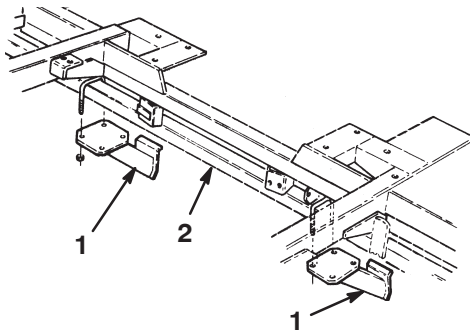

Bild 8
1. Ermitteln Sie die Befestigungsstellen der Rollenpuffer (Bild 8) an jeder Seite des Chassisrohrs vor dem Mähwerk Nummer 1.
2. Befestigen Sie einen Rollenpuffer mit U-Schrauben und Sicherungsmuttern lose an jeder Seite des Chassisrohrs, siehe Bild 8.